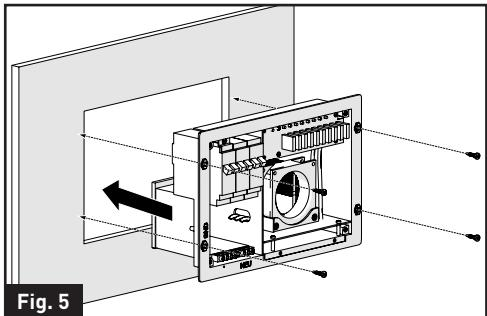

Fig. 5
7. Deslice el Centro de energía en el área de apertura y fíjelo con 4 tornillos autorroscantes (rosca n.º 8-18) [no incluidos]. (Fig.5 y Fig. 6)